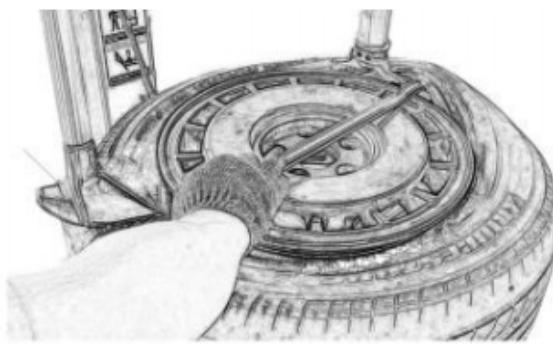

Abb.11
- (Abb.11) Heben Sie den Arm an, bewegen Sie C weg. Ziehen Sie den linken Arm und platzieren Sie seinen Druckkopf auf dem Reifenwulst gegenüber dem Montage-/Demontagekopf, ziehen Sie den Schalter nach unten und lassen Sie die Druckrolle den Reifenwulst drücken, ziehen Sie den Hebel B und heben Sie den oberen Reifenwulst auf den Montage-/Demontagekopf, stellen Sie sicher, dass der Hebel B parallel zur Felge ist.